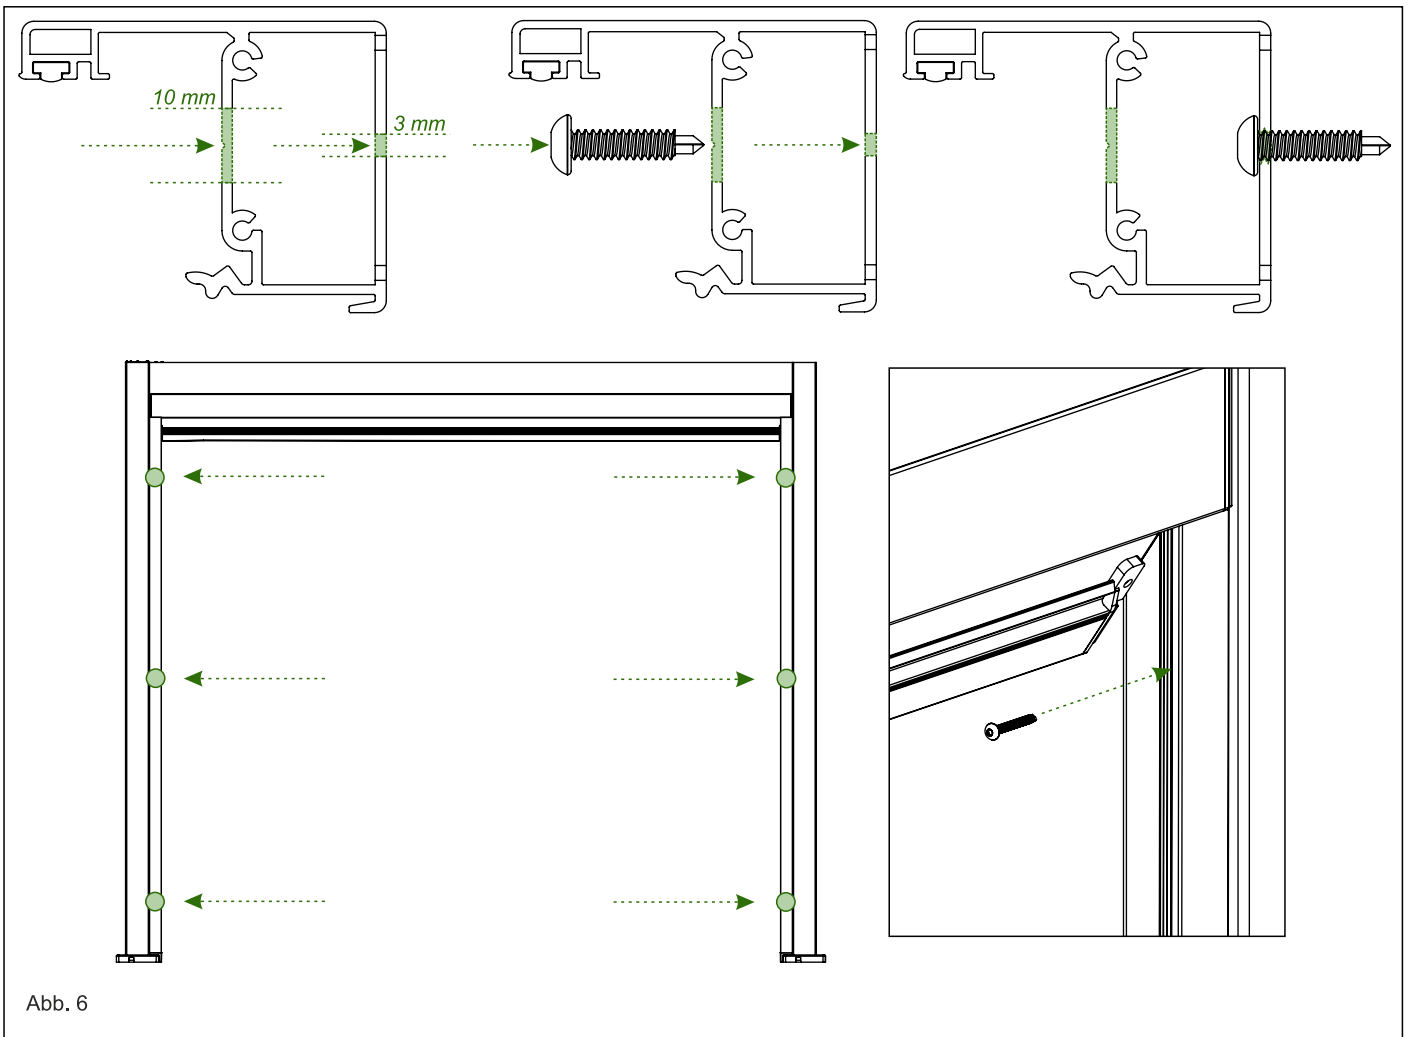

Abb. 6
5. Bohren Sie die Löcher für die Schrauben vor dem Befestigen der Schienenführungen vor. Hierfür brauchen Sie einen 10 mm und einen 3 mm Bohrer. Bohren Sie als erstes mit einem 10 mm Bohrer durch die erste Wand der Schienenführung und mit einem 3 mm Bohrer durch die äußere Wand der Führung, um das Befestigen zu ermöglichen. Befestigen Sie die Schienenführungen mit jeweils 3 Schrauben Torx 4,2 x 19 mm an den Pfosten. Siehe Abb. 6.